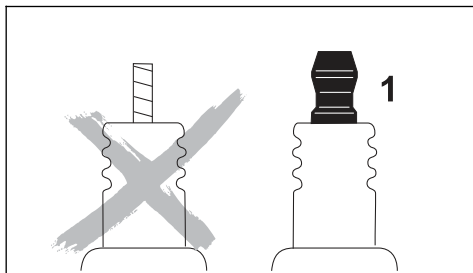

Рис. 58
**ВНИМАНИЕ!** При неплотно затянутой контактной гайке (рис. 58, поз 1) или при ее отсутствии могут возникать искры. При проведении работ в легковоспламеняемой или взрывоопасной среде может возникнуть угроза пожара или взрыва. Люди могут получить тяжелые травмы или понести материальный ущерб.